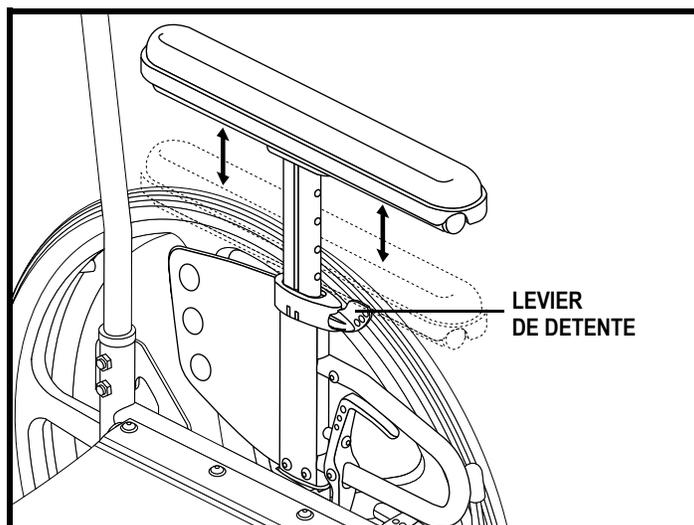

Figure 33. Réglage hauteur des accoudoirs
1. Tirez sur le levier de détente situé sur l'accoudoir. Voir la figure 33.